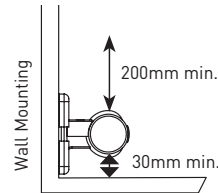

Fig.4
- Halten Sie die Mindestabstände unter und über dem Heizgerät entsprechend [Abb. 4] ein.